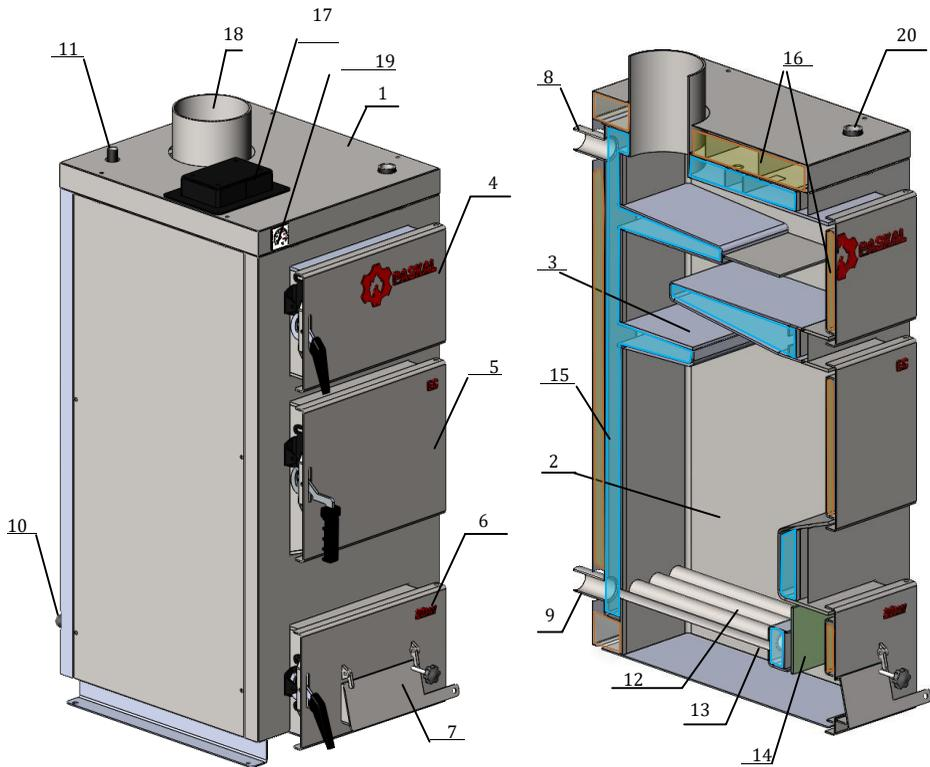

Рисунок 2 – Зовнішній вигляд та основні елементи котла ЕС (ECO)
Конструктивно котел являє собою збірно-зварену конструкцію, що складається з корпусу (поз. 1, рис. 2) з камерою згоряння (топкою) (поз. 2, рис. 2). Конвекційна частина котла складається з трьохходового теплообмінника (поз. 3, рис. 2), який розташований безпосередньо над топкою.
Корпус котла виконаний в формі паралелепіпеду з подвійними стінками, які розділені водними перегородками (поз. 15, рис. 2). На зовнішній поверхні корпусу під декоративною обшивкою та всередині двірчат закріплена теплова ізоляція. (поз. 16, рис. 2). Теплоізоляція в двірцятах виконана з керамоволокна, що використовується при футеруванні промислових термічних печей та має дуже низький показник теплопровідності.
Паливо для процесу спалення завантажується на колосникові ґрати (поз. 12, рис. 2) крізь завантажувальні двірцята (поз. 5, рис. 2). Згоряння палива в топці відбувається за участю повітря, яке постачається крізь вікно клапана подачі повітря (поз. 7, рис. 2), що закривається кришкою, під колосникові ґрати. Кількість повітря, необхідного для процесу згоряння, регулюється за допомогою механічного регулятора (не входить в комплект поставки). Також можливо під'єднання вентилятора до фланця (поз. 17, рис. 2). У такому випадку подача повітря для горіння буде відбуватись через внутрішні канали до повітряних форсунок, розташованих під колосниками (поз. 13, рис. 2)
Підведення і відведення теплоносія здійснюється відповідно через патрубки зворотної мережної води (поз. 9, рис. 2) і прямої мережної води (поз. 8, рис. 2).
Топочні гази виходять у димохід крізь боров (поз. 18, рис. 2), розташований у верхній частині котла.
У верхній частині корпусу котла розташований штуцер для встановлення запобіжного клапана котла (поз. 11, рис. 2). Запобіжний клапан не входить у комплект поставки.
Ревізійний двірцята (поз. 6, рис. 2), що розташовані на передній стінці котла, необхідні для періодичного чищення колосникових ґрат, а також для можливості спорожнення підколосникової зони.
Для можливості періодичного обслуговування (чищення) теплообмінника передбачені двірцята поз. 4 (рис. 2).
Приєднання котла до опалювальної системи необхідно здійснювати за допомогою фланців. Трубопровід прямої мережної води потрібно приєднати до патрубку прямої мережної води (поз. 8, рис. 2). Трубопровід зворотної мережної води потрібно приєднати до патрубку зворотної мережної води (поз. 9, рис. 2).
8.6.1 Провести завантаження палива в топку котла. Для цього відкрити завантажувальні дверцята (поз. 5, рис. 2) та укласти на колосникові грати (поз. 12, рис. 2) шар палива до меж нижньої кромки завантажувальних дверцят. На укладений шар палива розмістити розпалювальний матеріал: папір, тріски, дерева (у переліченій послідовності).
Для забезпечення герметичності дверцят поз. 4-7 (рис. 2) необхідно кожні два тижні змащувати ущільнюючі шнури дверцят графітним мастилом.
Перед повторним завантаження палива необхідно відкрити ревізійні дверцята поз. 6 (рис. 2), відкрити відбивач поз 16 (рис.2), та провести чистку колосникових ґрат за допомогою скребка. Закрити відбивач та дверцята поз. 6 (рис. 2). Потім відкрити завантажувальні дверцята та завантажити необхідну кількість палива. Повторити процедуру розпалювання (див. п. 8.6).